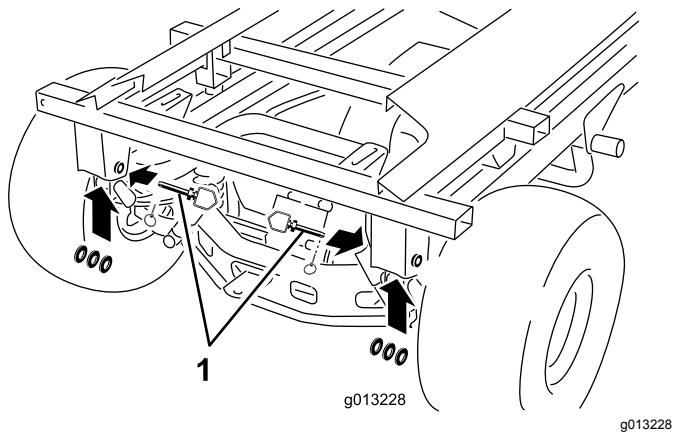

図 50
10. 後部のリンチピン、ヒッチピン、ワッシャを外す図 50。